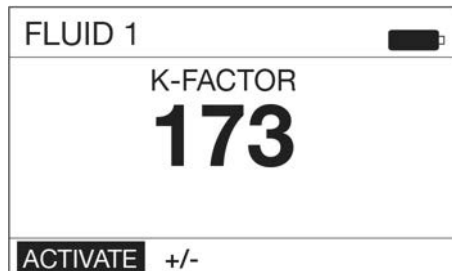

图 61
2. 如果流量计识别了校准凭据，会显示图 61 中所示的配置屏幕。
3. 图 61 所示为校准 k 系数屏幕。显示屏上显示的数字是流量计当前使用的 k 系数。完成校准程序之后，该数字可能与显示屏上当前显示的数字相同或不同。